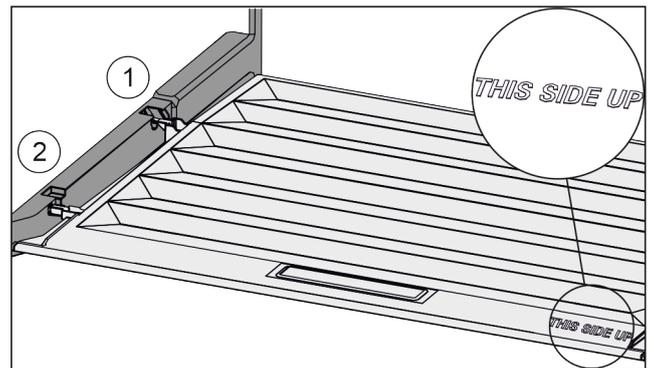

Fig. 54
- ▶ Introduire les rainures du couvercle par l'orifice du support arrière Fig. 54 (1) et les enclencher à l'avant dans le support Fig. 54 (2).